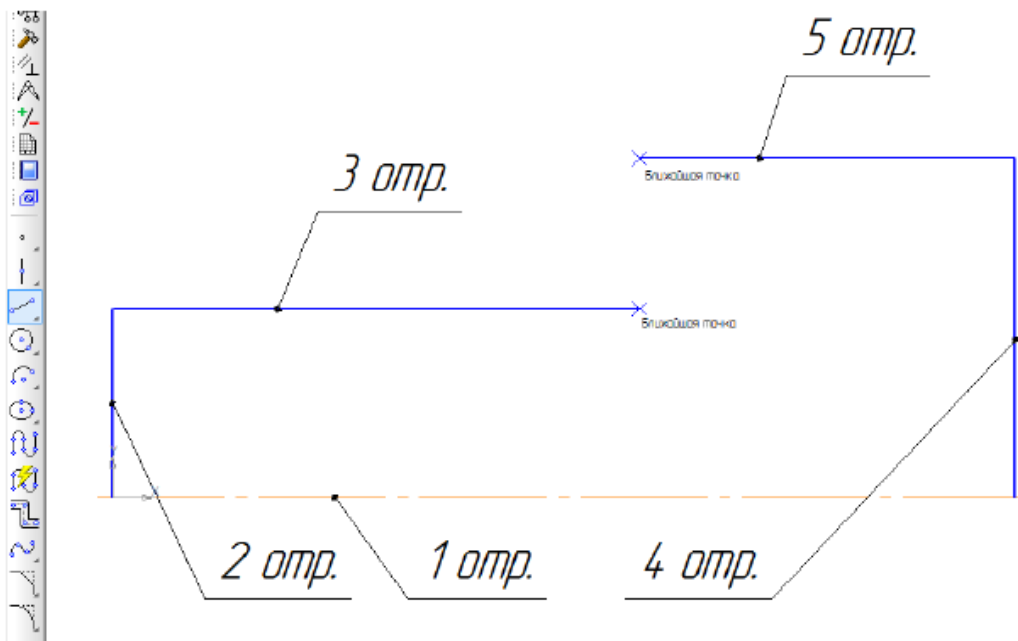

Рисунок 37 – Построение изображения детали
– Четвертый отрезок – длиной 90 и значением угла 90, координата первой точки равна координате второй точки *первого отрезка* (осевая линия). Пятый отрезок – длиной 100, угол 180 координата первой точки равна координате второй точки четвертого отрезка, рис. 37.